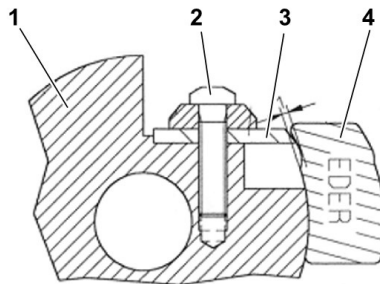

Abb. 12: Messer wechseln an der Scheibenfräse
- > Lösen Sie die Messerschraube (**2** – Abb.12) leicht.
- > Legen Sie die Messerlehre (4 – Abb.12) an den Fräskopf (1 – Abb.12) an und schieben Sie das Messer (3 – Abb.12) an die Messerlehre heran, bis es den eingekerbten Bereich berührt.